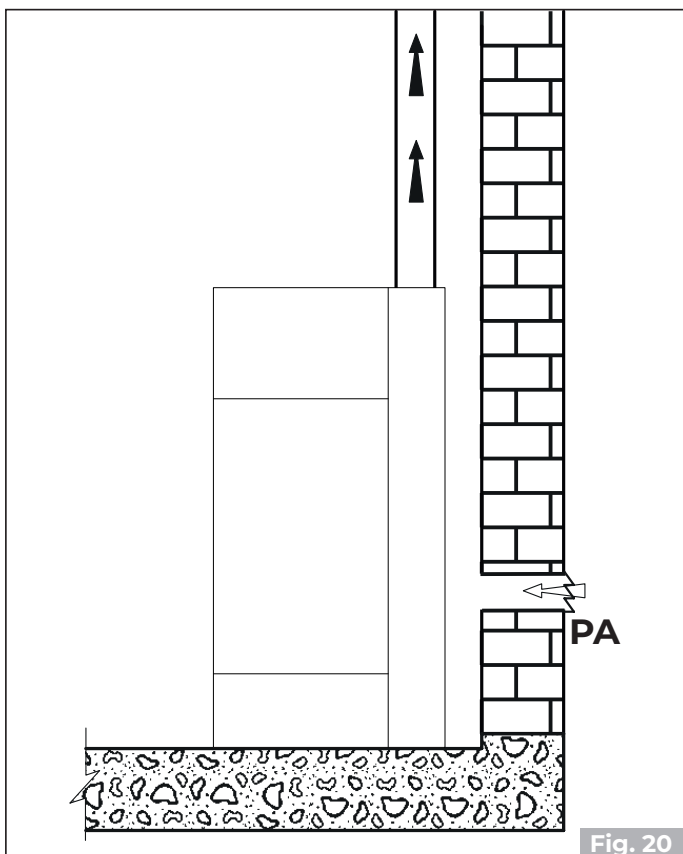
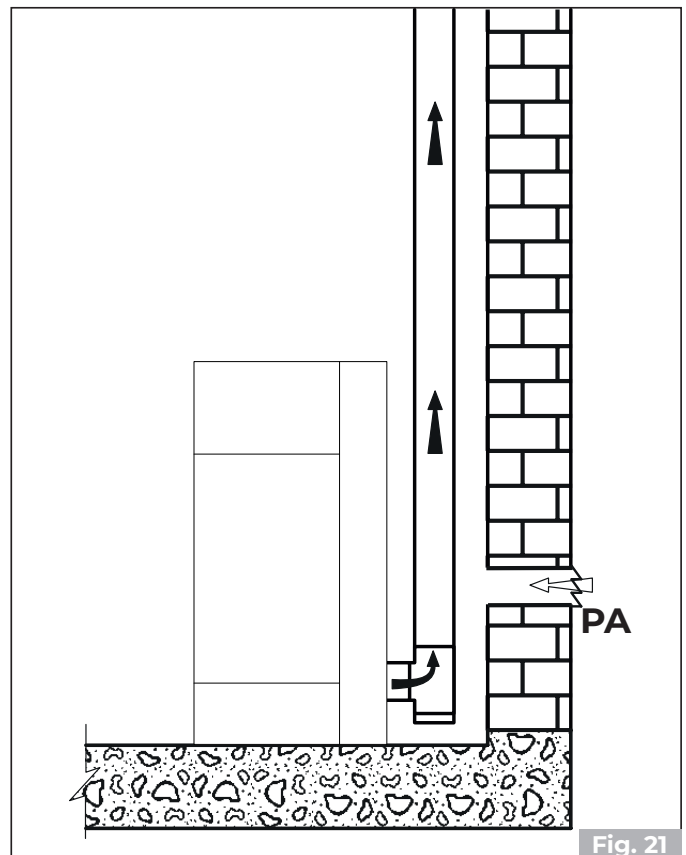

Fig. 20
Fig. 21
- provenire dall'ambiente di installazione o da adeguati locali attigui (**Fig. 20 - Fig. 21**). Nel caso di riverbero del prodotto durante il funzionamento, è necessario utilizzare l'apposito kit per garantire il corretto funzionamento dell'apparecchio.
Realizzare la presa d'aria sulla parete (Fig. 20 e Fig. 21 - PA = Presa d'Aria), e lasciare che l'apparecchio sia libero di prelevare aria in ambiente avendo cura di collegare sul tubo di ingresso dell'aria il tratto di tubo corrugato, qualora venga fornito, fissandolo con la fascetta e piegandolo leggermente verso il basso al fine di prevenire eventuali effetti di risonanza.